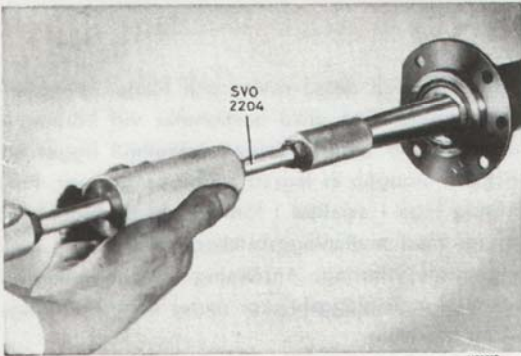

Bild 2. Demont. av drivaxel.
2. Drag ut drivaxeln, bild 2. Använd avdragare SVO 2204.
2. Drag ut drivaxeln, se bild 2. Använd verktyg SVO 2204. Kontrollera ev. byt tätningssringen.
6. Drag loss drivaxlarna (11) med verktyg SVO 2204 och lyft ut dem, bild 2.
7. Koppla loss kardanaxlarna från pinjongens medbringare (21).
8. Lossa skruvarna (13) som håller bakväxelhuset (14) och lyft ur detta.